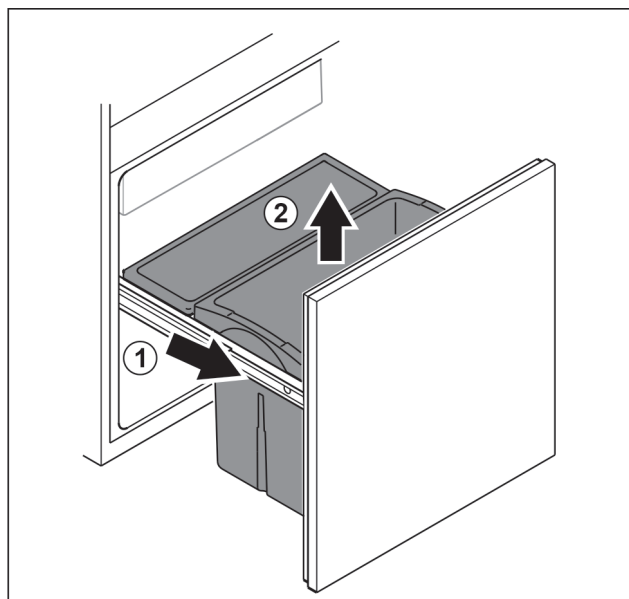

Fig. 101
- ▶ Vytiahnite vyťahovací vozík až na doraz. Fig. 101 (1)
- ▶ Odoberte zásuvku nahor. Fig. 101 (2)